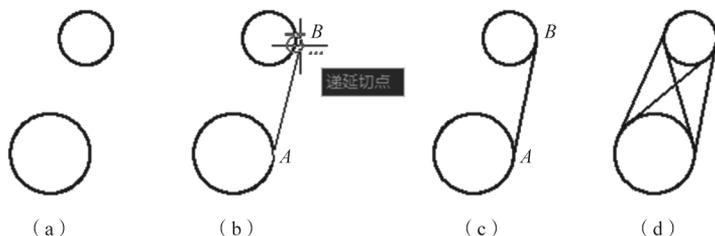

图 1-40 利用运行捕捉绘制两圆的公切线
**【例 1-4】** 根据图 1-40 (a) 给定的图形,绘制出如图 1-40 (c) 所示的图形。
(1) 打开运行捕捉方式,设置捕捉特征点为切点。
(2) 选择下拉菜单“绘图” | “直线”。
(3) 在“line 指定第一点:”提示下,移动光标至  $A$  点附近。当  $A$  处出现标记时,单击“确定”按钮。
(4) 在“指定下一点或[放弃 (U)]:”提示下,移动光标至  $B$  点附近。当  $B$  处出现如图 1-40 (b)
通过以上操作，即可绘制出如图 1-40 (c) 所示的  $AB$  直线。读者可以仿照上面的方法重复上述的步骤一，可绘制出如图 1-40 (d) 所示的图形。